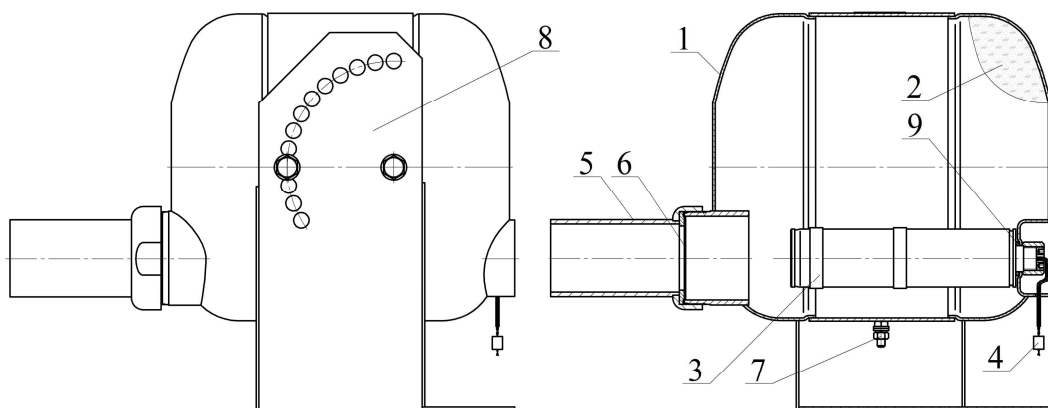

Рисунок 1
4.1.1 МПП (см. рисунок 1) состоит из корпуса **1**, в котором размещаются огнетушащий порошок (ОП) **2** и источник холодного газа (ИХГ) **3** с элементом электропусковым **4**. В передней части корпуса находится насадок-распылитель **5**, входное отверстие которого перекрыто мембраной **6**. Модуль имеет заземляющий зажим **7**. МПП снабжён кронштейном **8**, обеспечивающим поворот модуля на необходимый угол при креплении его к потолку, стене или горизонтальной плоскости.
6.2 Закрепить кронштейн 8 (см. рисунок 1) на потолке, стене или иной несущей плоскости, расположенной под любым углом относительно поверхности пола. Координаты отверстий в кронштейне, предназначенном для крепления МПП, приведены на рисунке 2.
7.3 Комплект поставки для перезарядки МПП(Н)-10(ст), МПП(Н-Т)-10(ст) (см. рисунок 1):
- огнетушащий порошок ИСТО-1 ТУ 2149-001-54572789-00 (поз. 2 рисунок 1) – 9,5 кг;
- мембрана черт. СИАВ 634233.007.005 (поз. 6 рисунок 1) – 1 шт.